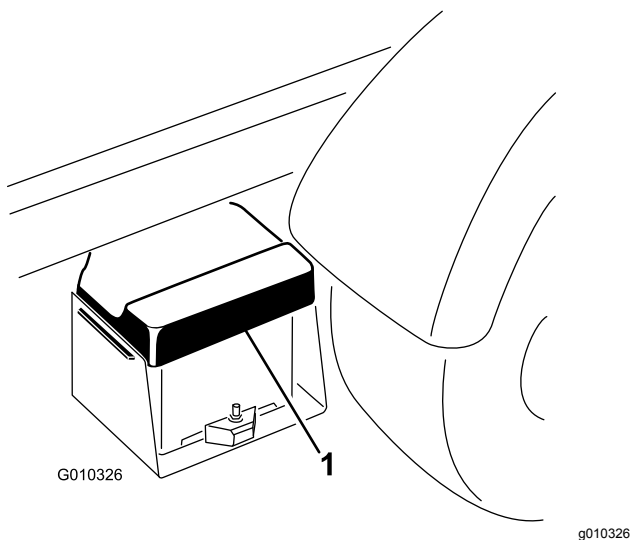

Рисунок 50
1. Сожмите крышку аккумуляторной батареи, чтобы высвободить лапки из основания аккумуляторной батареи, и снимите крышку с основания аккумуляторной батареи (Рисунок 50).